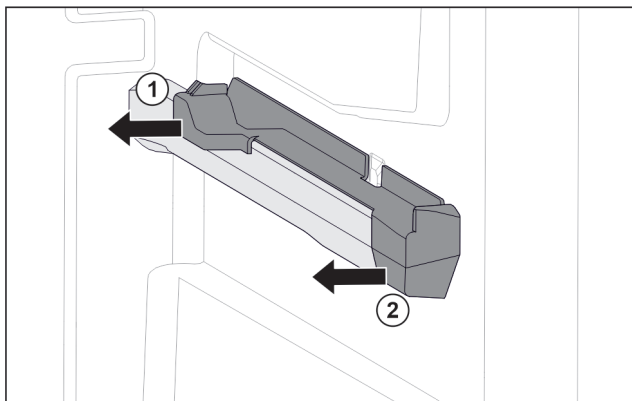

Fig. 194 Nasazovací díl na pravém žebrování na nádoby
- ▶ Stáhněte nasazovací díl vzadu na stranu. Fig. 194 (1)
- ▶ Stáhněte nasazovací díl vpředu na stranu. Fig. 194 (2)